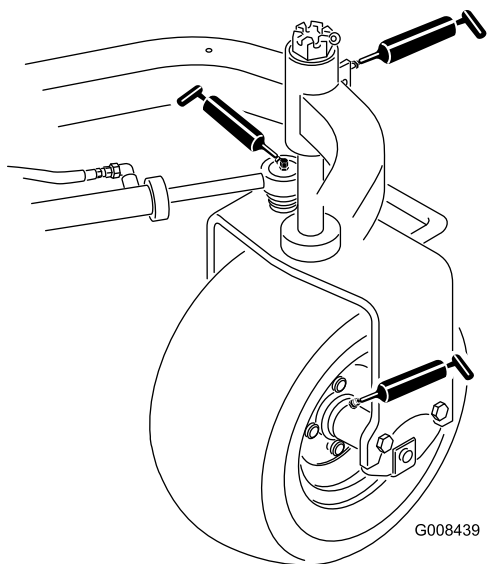

図 33
- ・ 後ホイールハブ（1ヶ所； 図 33）
- ・ キャスタベアリング（1ヶ所； 図 33）
- ・ ステアリングシリンダ（2ヶ所； 図 33）